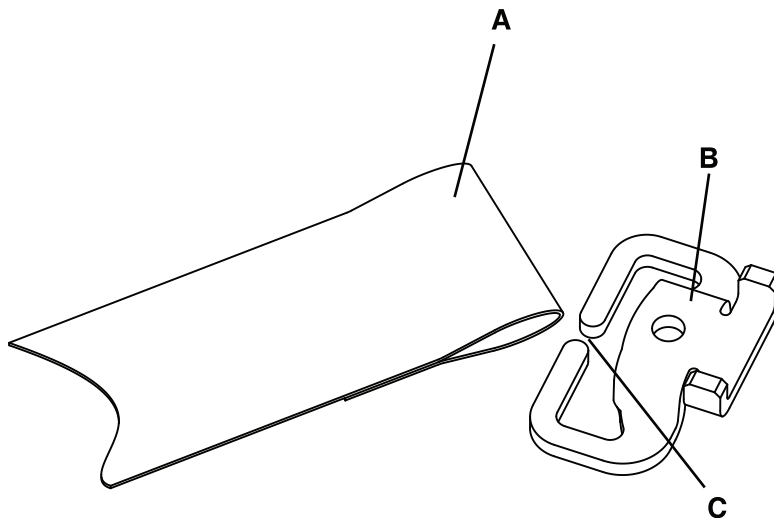

Afbeelding 7-34: Installatie heupgordelbeugel
- a. Breng de twee lippen (A) op de beugel (Afbeelding 7-33 op pagina 7-51) aan in de vierkante gaten in het hoofdframelasstuk (B) (Afbeelding 7-34 op pagina 7-52).
- b. Installeer de geleverde balkopschroef met flens (0004-671-000) (C) in het ronde gat in de beugel om de heupgordelbeugel vast te zetten aan het hoofdframelasstuk (B) (Afbeelding 7-34 op pagina 7-52). Haal de schroef met een 3/8 inch momentsleutel en een 3/16 inch inusbit aan tot  $70 \pm 10$  in-lb ( $8 \pm 1,1$  Nm).